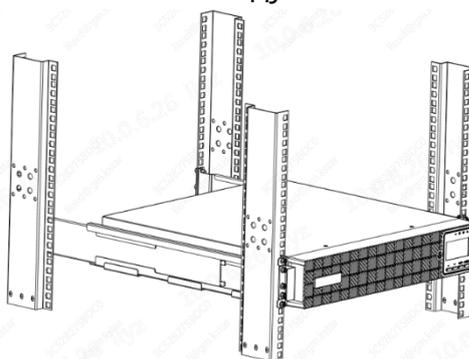

Рисунок 9-3. Установка ИБП в стойку
11. Закрепите переднюю часть ИБП на стойке с помощью четырёх винтов M5×25 и четырёх гаек M5 (см. Рисунок 9-3).